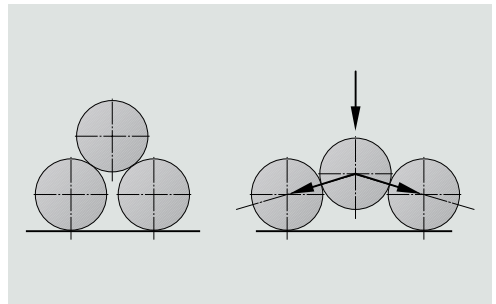

Abb. 6: Seildurchmesser zu klein:
- In der Mehrlagenwicklung sind bei Abweichungen vom Toleranzbereich Störungen in der Wickelqualität zu erwarten. Bei zu dünnem Seil vergrößern sich die Lücken zwischen den einzelnen Windungen, was zu Spulstörungen bis zum Einschneiden einzelner Seilstränge führen kann, Abb. 5. Durch zu großen Seildurchmesser kommt es zum vorzeitigen Aufsteigen des Seils in die nächsthöhere Lage und hierdurch ebenso zu schweren Spulfehlern, Abb. 6.